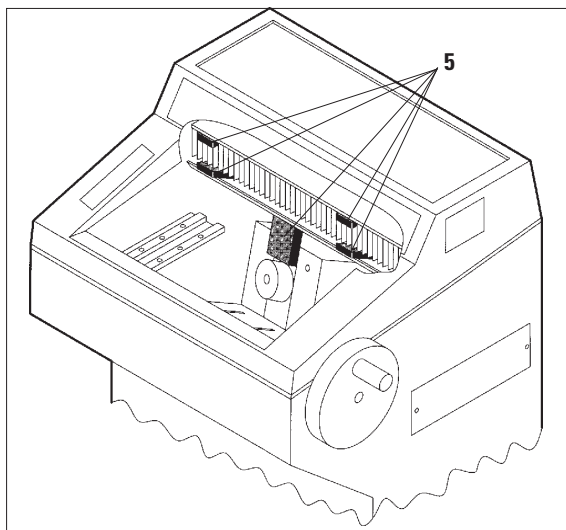

Fig. 7
**Avant la mise en service de l'appareil, enlevez impérativement le matériau de protection en mousse (5) placé entre le microtome et l'évaporateur (voir la fig. 7).**